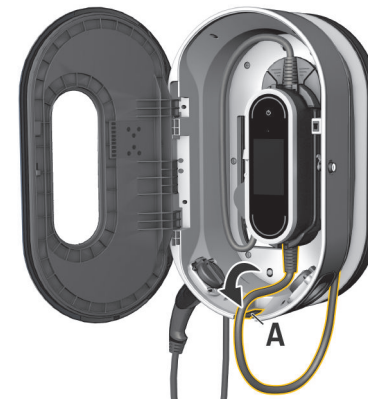

Fig. 129 Ligar a unidade de comando
3. Passe o cabo do veículo através da abertura A (Fig. 129) e enrole qualquer excesso de cabo em torno da estação de carga.